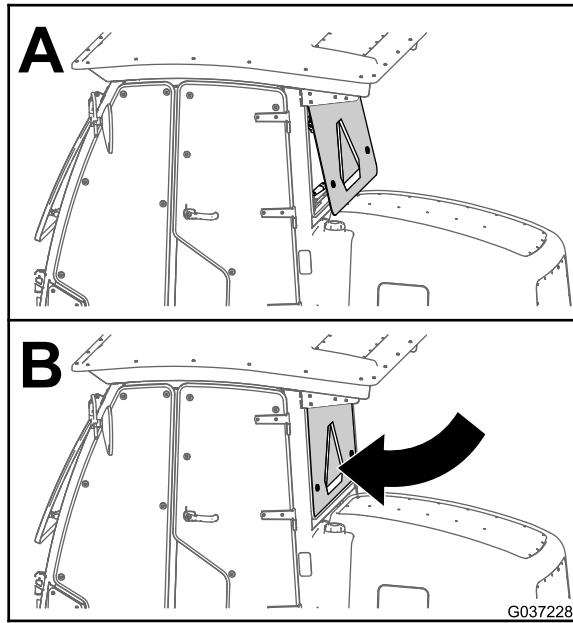

Figure 59
- Fermez la vitre arrière de la cabine (Figure 59).